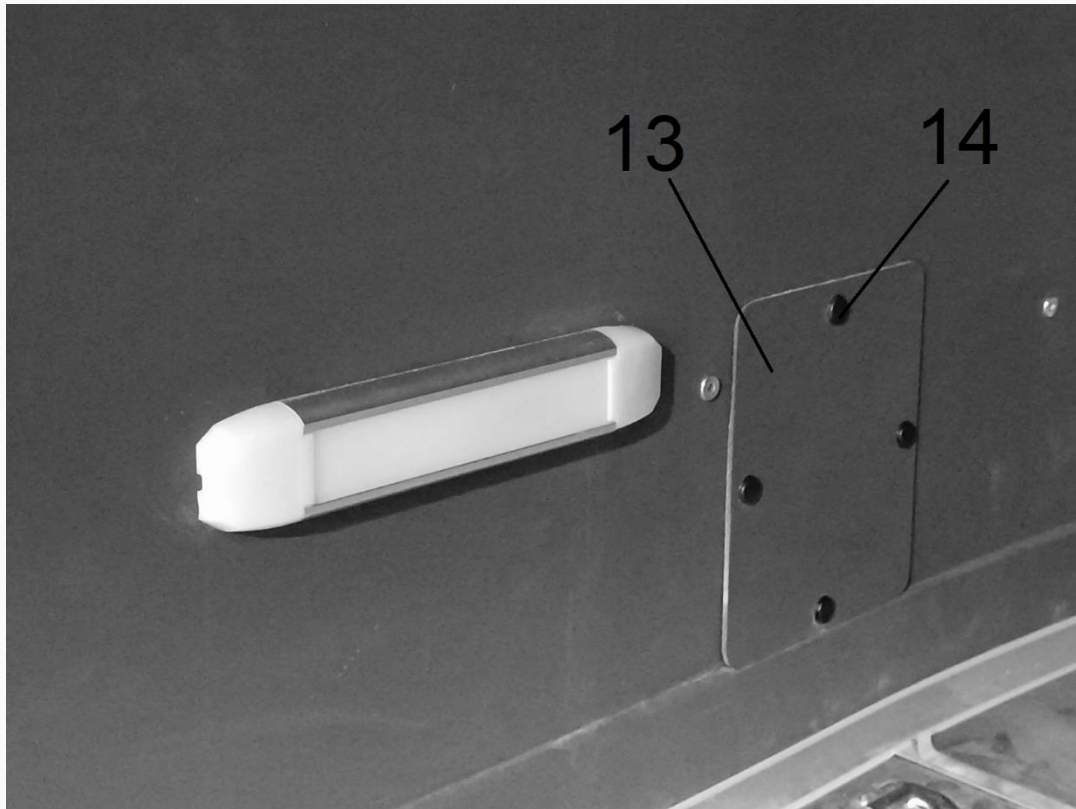

Рис. 6.10 Внутрішня частина причепа
Увага! Заміна передніх бокових габаритів виконується через робочий хід який описаний у п. 6.4 (рис. 6.10). Зняття габариту аналогічне п. 6.3.
- зняти чотири кліпси(14) та кришку(13) (рис. 6.10);
У разі необхідності заміни внутрішньої підсвітки причепа робочий вхід використовується той самий (рис. 6.10):